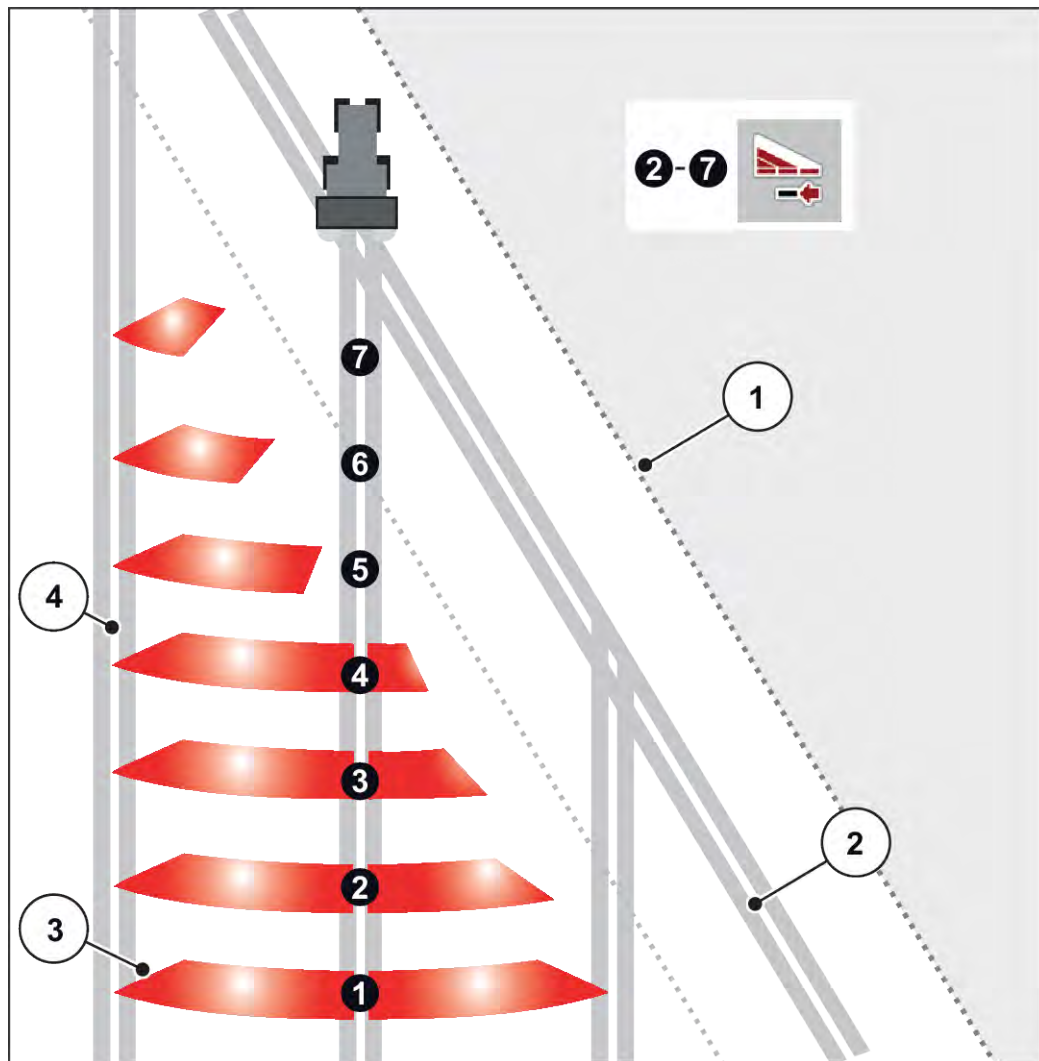

Рис. 42: Автоматическое переключение секций штанги
- Переключение секций штанги можно осуществлять снаружи вовнутрь или изнутри наружу. См. Рис. 42 Автоматическое переключение секций штанги.